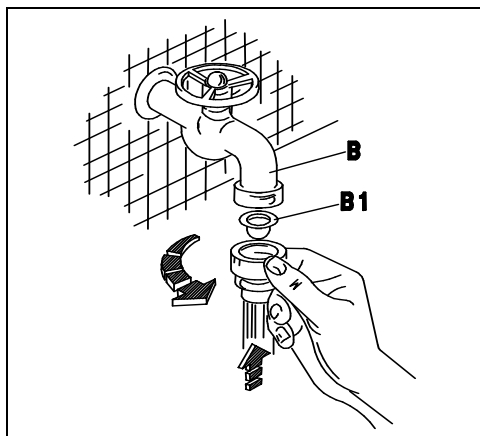
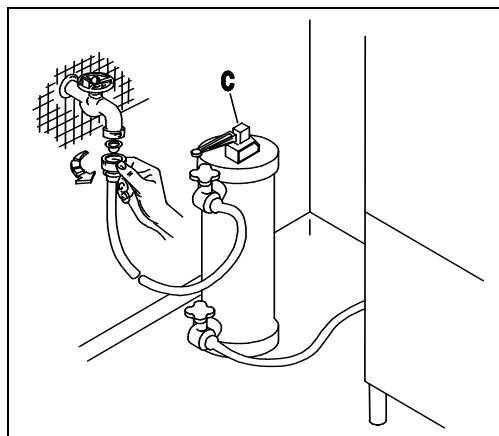
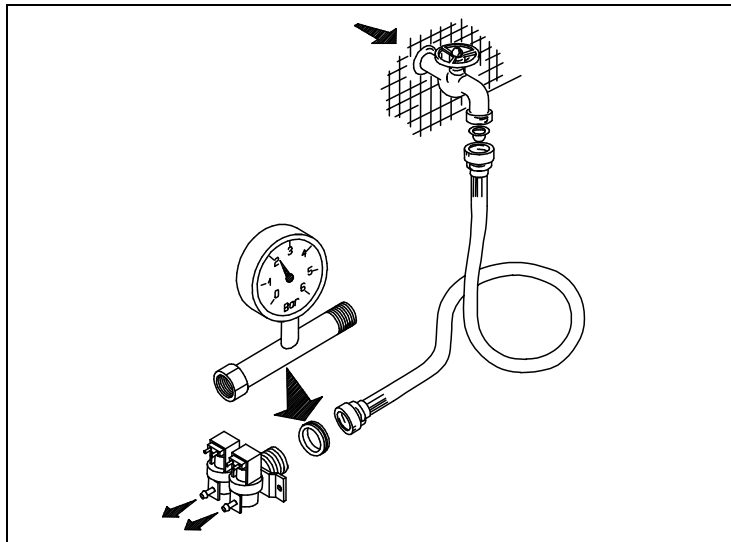
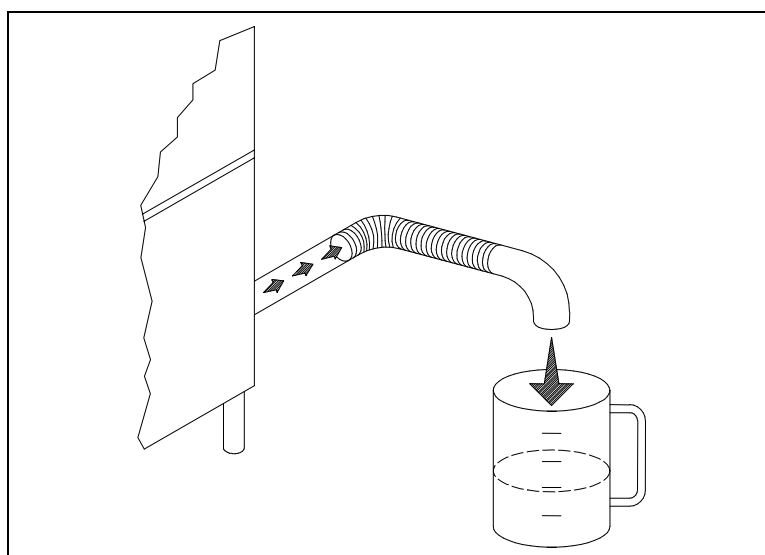

Fig. 2-2
Fig. 2-3
Fig. 2-4
Fig. 2-5
- L'apparecchio è previsto per l'allacciamento all'acqua fredda o calda (max 50 ÷ 55°C), con una pressione a valvola aperta come indicato nella Tab. 2-1. In caso di pressione superiore alla massima consigliata, bisogna installare un riduttore di pressione. In caso di pressione inferiore alla minima consigliata, bisogna installare una pompa di aumento pressione di max 0.5 Hp, con una portata di 20 L/min ed una prevalenza di 15÷20 mt.. Il controllo della pressione deve essere effettuato all'ingresso dell'elettrovalvola (ved. fig.2-4). La condotta dell'acqua deve avere un diametro interno di almeno 16/18 mm (ved.fig.2-5). Collegare il tubo di carico acqua dell'apparecchio ad un rubinetto d'intercettazione (B),posto preferibilmente nelle immediate vicinanze dell'apparecchio, interponendo l'apposito filtro in dotazione (B1) (ved. fig.2-2). Si consiglia l'installazione di un decalcificatore (C) (non in dotazione), montato a monte dell' elettrovalvola della macchina (ved. fig.2-3).
- The appliance is designed for connection to the cold or hot water supply (max. 50 55°C) at a mains pressure with the valve open as shown in Table 2-1 and a minimum output of 10 litres/min. If pressure exceeds the maximum, fit a pressure reducer. If pressure is lower than the minimum, fit a pressure booster pump of max. 0.5 HP, with an output of 20 litres/min. and a head of 15÷20 metres. Pressure must be measured at the solenoid valve inlet (see fig. 2-4). The water pipes must have an internal diameter of at least 16/18 mm (see fig. 2-5). Connect the appliance water supply pipe to a cut-out tap (B), preferably placed close to the appliance, fitting the special filter provided (B1) (see fig. 2-2). We recommend fitting a water softener (C) (not provided) upstream from the machine solenoid valve (see fig. 2-3).
- Das Gerät ist für den Anschluss an Warm-und Kaltwasser (max. 50-55°C) vorgesehen, wobei der Druck bei offenem Ventil dem in Tab. 2-1. Bei höherem Druck als dem empfohlenen einen Druckminderer installieren. Bei niedrigeren Druck als empfohlen eine Druckerhöhungspumpe mit max. 0,5 PS , einer Förderleistung von 20l/min und einer Förderhöhe von 15-20m installieren. Die Druckkontrolle muss am Eingang des Elektroventils erfolgen (siehe Bild 2-4). Die Wasserleitung muss einen Innendurchmesser von mindestens 16/18 mm aufweisen (siehe Bild 2-5). Den Zulaufschlauch des Gerätes an einen möglichst nahegelegenen Wasserhahn (B) anschliessen und den vorgesehenen Filter (B1) anbringen (siehe Bild 2-2). Der Einbau eines Etkalkers (C) wird empfohlen; dieser gehört nicht zur Ausstattung und muss vor dem Elektroventil der Maschine eingebaut werden. (siehe Bild 2-3).
- L'appareil peut être raccordé à l'eau froide ou chaude (50:55°C max) à une pression, soupape ouverte, comme indiqué dans le tableau 2-1. Si la pression dépasse la pression maximum conseillée, il faut installer un réducteur de pression. Si la pression est inférieure à la pression minimum conseillée, il faut installer une pompe pour faire augmenter la pression de 0,5 Hp max., à un débit de 20 litres /min et à une hauteur d'élévation de 15-20 m. Le contrôle de la pression sera effectué à l'entrée de l'électrovanne (voir fig. 2-4). Les conduites d'eau auront un diamètre interne d'au moins 16/18 mm (voir fig. 2-5). Raccorder la conduite d'arrivée de l'eau de l'appareil à un robinet secondaire (B), installé si possible tout près de l'appareil, après avoir intercalé le filtre spécial fourni (B1) (voir fig. 2-2). Nous conseillons d'installer un adoucisseur (C) (non fourni) qui sera monté en amont de l'électrovanne de la machine (voir fig. 2-3).
- Este aparato se puede alimentar con agua caliente o fría (máx. 50 ÷ 55°C); la presión del agua con válvula abierta está indicada en la tabla 2-1. En caso de que la presión fuera superior a la máxima que se aconseja, instale un reductor de presión; si fuera demasiado baja, instale una bomba de aumento de presión de 0,5 Hp (máximo), con un caudal de 20 litros por minuto y una altura de elevación de 15 a 20 m. El control de la presión se debe efectuar en la entrada de la electroválvula (véase fig. 2-4). La tubería del agua debe tener un diámetro interior de 16-18 m. por lo menos (véase fig. 2-5). Conecte el tubo de alimentación del agua del aparato a un grifo de paso (B), que irá montado preferentemente muy cerca del aparato, tras interponer el filtro (B1) del equipamiento base (véase fig. 2-2). Es aconsejable instalar un descalcificador (C) (que no forma parte del equipamiento base). El descalcificador irá montado antes de la electroválvula de la máquina (véase fig. 2-3).
- O aparelho é predisposto para ser alimentado com água fria ou quente (máx 50-55°C), com uma pressão, com a válvula aberta, como indicado na Tab. 2-1 e com um fluxo de 10 lt/min. No caso de uma pressão superior à máxima indicada, é necessário instalar um redutor de pressão. No caso de a pressão ser inferior à indicada, é necessário instalar uma bomba de máx 0,5 Hp, com um fluxo de 20 lt/min. O controle da pressão deve ser efetuado na entrada da electroválvula (ver figura 2-4). O tubo de água ou mangueira deve ter um diâmetro interno de pelo menos 16/18 mm (ver fig. 2-5). Conectar o tubo de alimentação de água do aparelho à uma torneira de fechamento manual (B), colocada de preferencia proxima ao aparelho, conectando o filtro em dotação (B1) (ver fig. 2-2). Aconselha-se a instalação de depurador (filtro) de águas duras (calcário) (C), o qual não é previsto no fornecimento da máquina, montado antes da entrada da electroválvula (ver fig. 2-3).
- Het apparaat is geschikt voor aansluiting op warm of koud water (max. 50 - 55°C), met een druk bij geopend ventiel zoals aangegeven in Tab. 2-1. Bij een hogere druk dan de geadviseerde maximum druk moet er een drukregelaar geïnstalleerd worden. Bij een lagere druk dan de geadviseerde minimum druk moet een drukverhogingspomp van max. 0,5 HP geïnstalleerd worden met een opbrengst van 20 l/min en een opvoerhoogte van 15-20 m. De controle van de druk moet op de ingang van het elektroventiel gecontroleerd worden (zie afb. 2-4). De waterslang moet een inwendige diameter van ten minste 16/18 mm hebben (zie afb. 2-5). Sluit de watertoevoerslang van het apparaat aan op een afsluitkraan (B) die bij voorkeur dicht bij het apparaat geplaatst moet zijn en zet het speciale meegeleverde filter (B1) ertussen (zie afb. 2-2). Er wordt geadviseerd om een waterontharder (C) (niet meegeleverd) te installeren, die vóór het elektroventiel van de machine geplaatst moet worden (zie afb. 2-3).